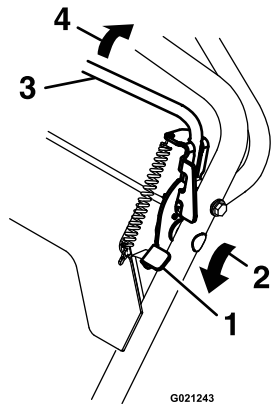

Bild 13
2. Halten Sie die Schaltsperre nach vorn, um den Schaltbügel zu lösen (Bild 13)